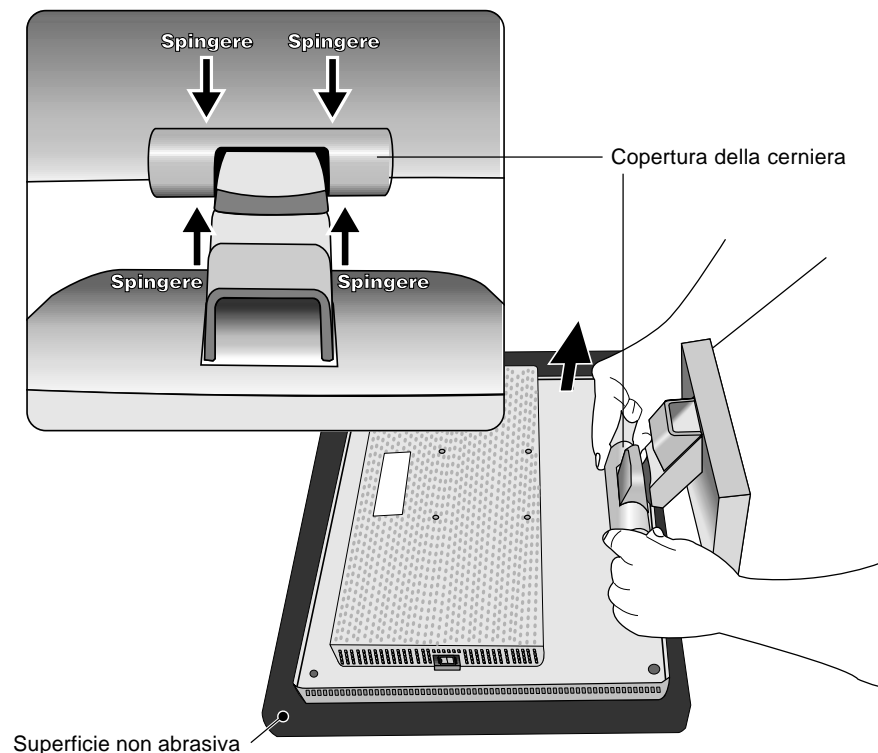

Figura R.1
2. Sistemare il monitor a faccia in giù su una superficie non abrasiva (Figura R.1).
3. Rimuovere la copertura della cerniera (Figura R.1).